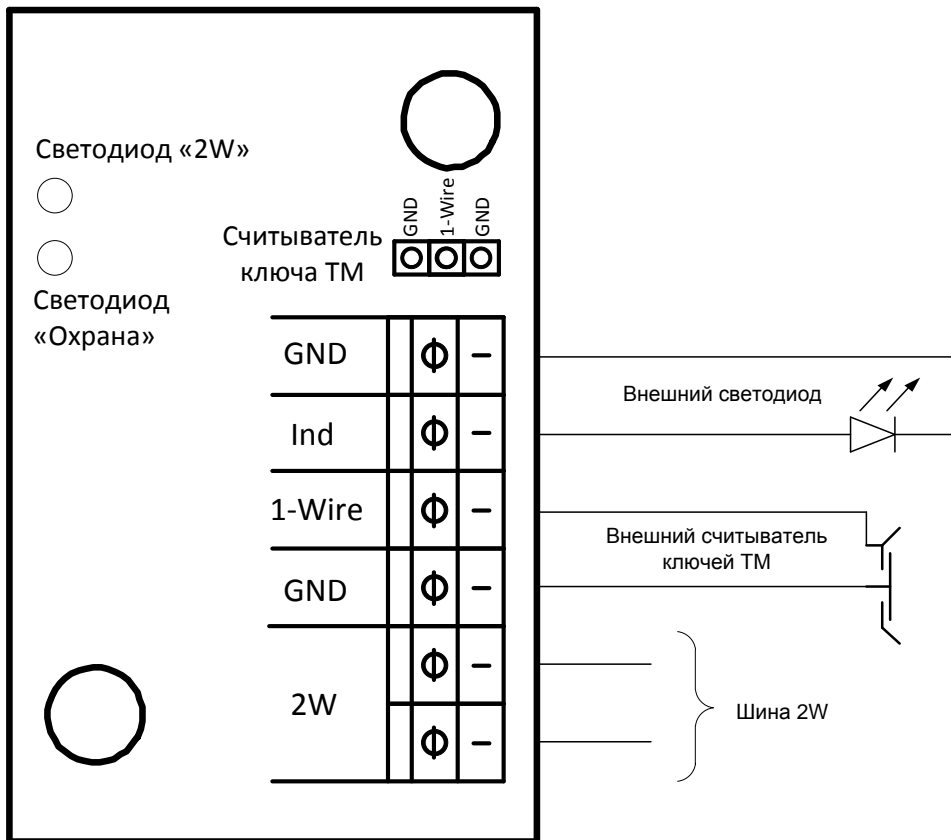

Рис. 1. Схема внешних подключений к КАДРу
- Если необходимо, выполните монтаж внешних подключений в соответствии с Рис. Рис. 1.